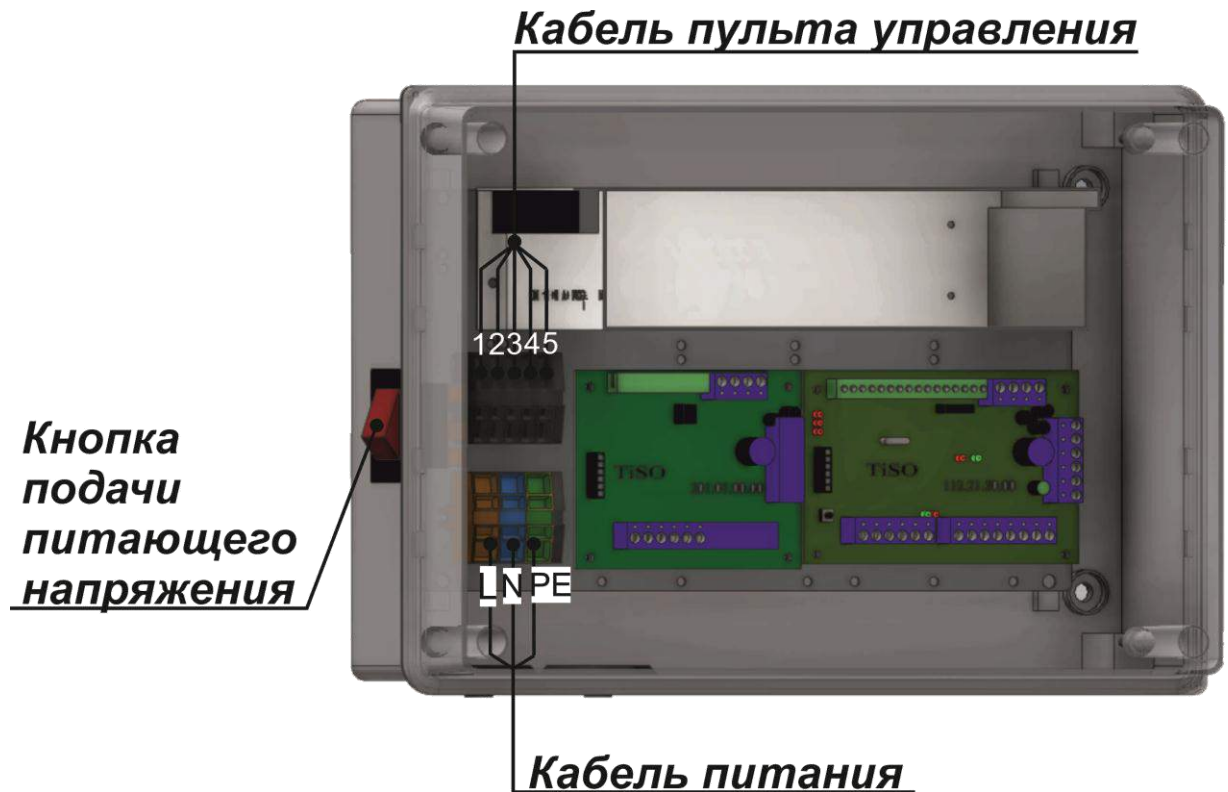

Рис.13– Блок электронного управления – подключение турникета
2.2.6 Подключение турникета (см. рисунок 13):